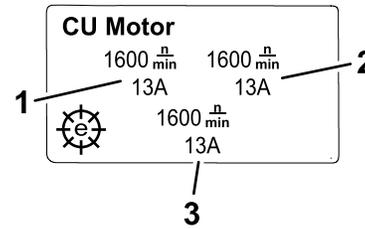

图 20
- **滚刀组马达信息屏幕**图 20 显示每个滚刀组马达的速度和电流。